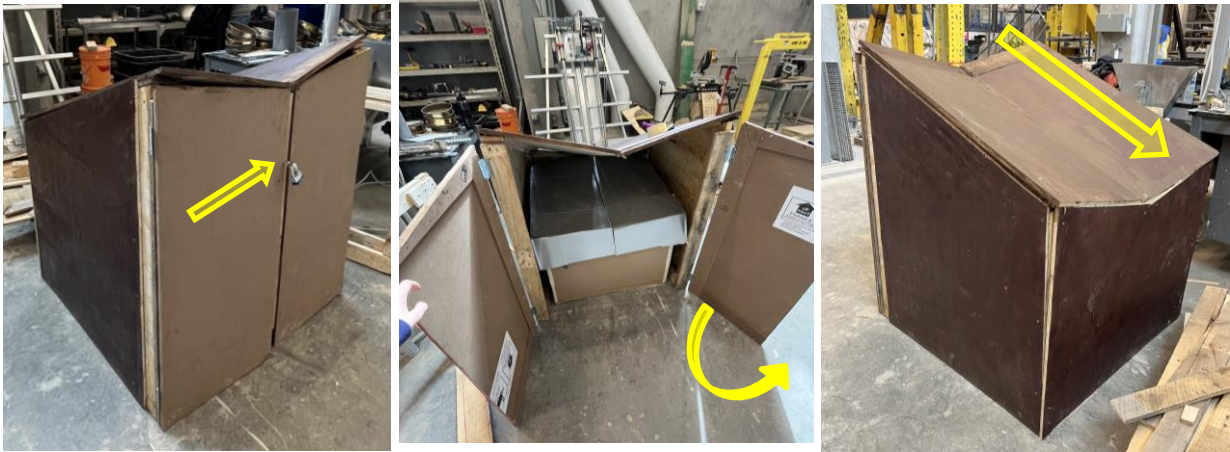

Figure 1 – Images annotées du prototype final
Étape 1: Installer trois cadres en utilisant les palettes de bois (2\*20.2'', 4\*32'', 2\*36'', 1\*40'', 4\*46.4''). Pour l'apparence spécifique, veuillez-vous référer à la *Figure 1: L'étape 2 de la charpente: Diagramme indiquant la forme et l'emplacement des vis de la charpente.*